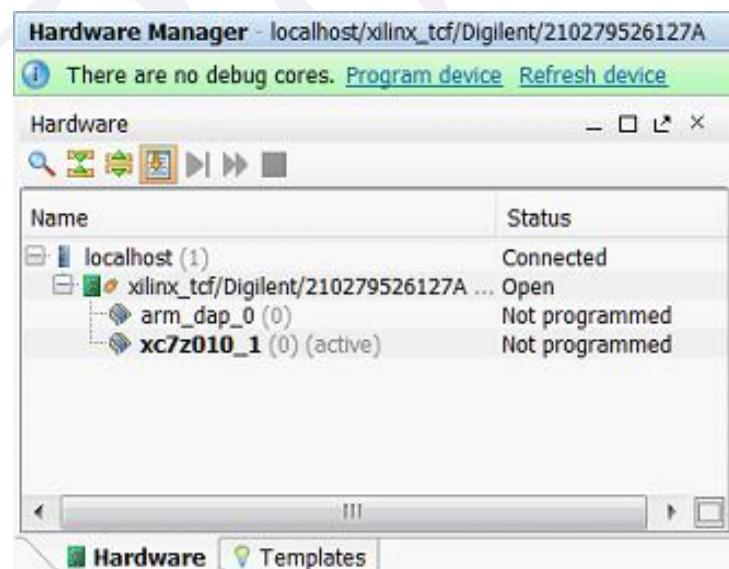

图 3-1-30 打开硬件会话
(9) 单击两次 Next, 然后单击 Finish。未连接硬件会话状态更改为服务器名称并且器件被高亮显示, 如图 3-1-30 所示。还要注意, 该状态表明它还没有被编程;